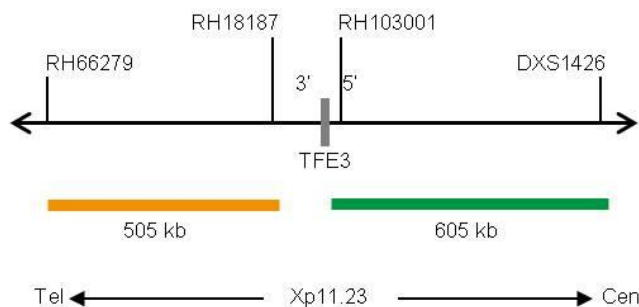

Abb. 1: SPEC TFE3 Sondenlokalisierung (nicht maßstabsgetreu)
- ZyOrange (Anregung 547 nm/Emission 572 nm) markierten Polynukleotiden (~4,5 ng/ μ l), die gegen Sequenzen in Xp11.23* (chrX:48,287,169-48,792,674) gerichtet sind, welche distal zur TFE3-Bruchpunktregion lokalisiert sind (siehe Abb. 1).
- ZyGreen (Anregung 503 nm/Emission 528 nm) markierten Polynukleotiden (~10 ng/ μ l), die gegen Sequenzen in Xp11.23* (chrX:48,906,685-49,509,699) gerichtet sind, welche proximal zur TFE3-Bruchpunktregion lokalisiert sind (siehe Abb. 1).